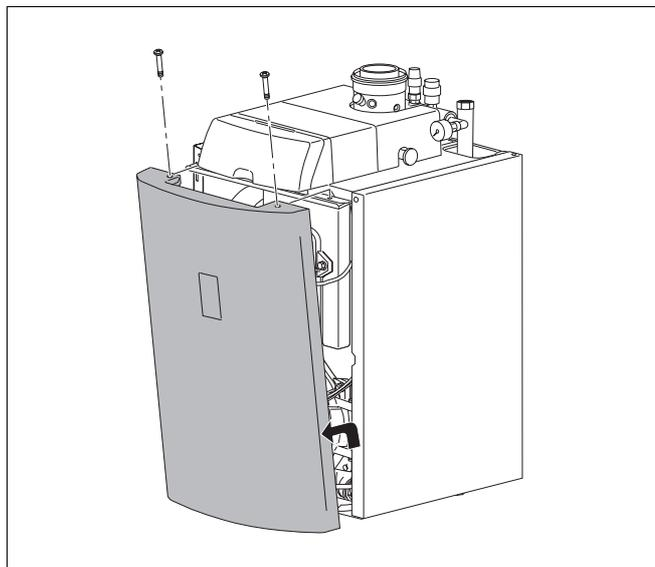

Fig. 15 Rimuovere il pannello anteriore della caldaia
- Allentare le viti di sicurezza e rimuovere il pannello anteriore della caldaia (fig. 15).